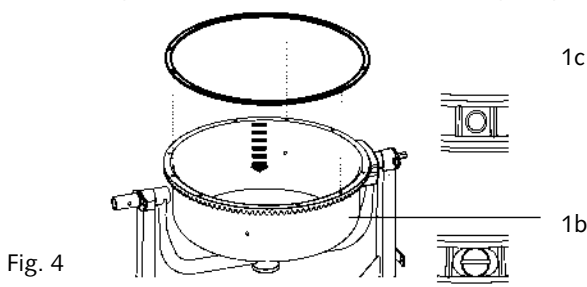

Fig. 4
3. Rikta in hålen och bultarna och placera gummipackningen (1c) på den nedre trumman (1b) (Fig. 4).